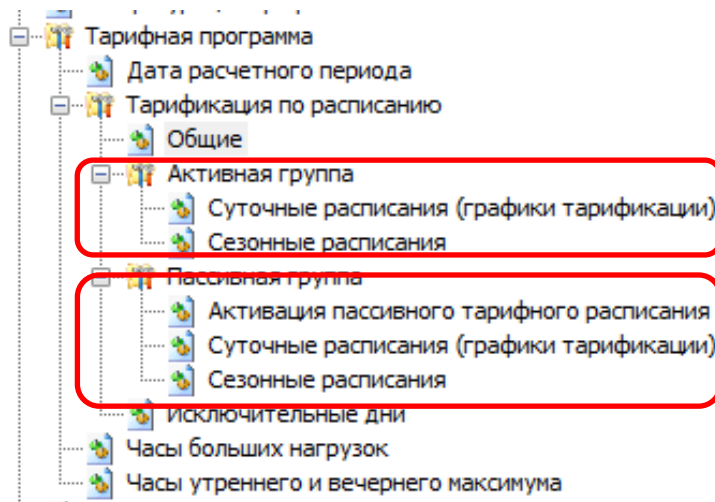

Рисунок 80 – Настройка групп тарифных расписаний - активное (действующее) и пассивное (планируемое к применению).
- 32 суточных расписаний переключения тарифа, в каждом до 16 точек переключения тарифа (см. рисунок 80). Одна точка переключения тарифа содержит: время начала действия тарифа (чч:мм) и тариф (т)) (рисунок 81); Порядок задания тарифов – произвольный. Если переключение не используется, то в соответствующих полях необходимо установить значения: время – 00:00, тариф – нет.
- 12 сезонных недельных расписания (см. рисунок 80). Каждое содержит: дату начала действия расписания (дд.мм) и номер суточного расписания переключения тарифов для каждого дня недели (пн,вт,ср,чт,пт,сб,вс) от 1 до 32 (рисунок 82). Если сезонное недельное расписание надо отключить, то в графе «Использовать» задается «-», в противном случае «+»;
6.4.1.3 Исключительные дни (48 штук)45 применяются сразу после записи (см. рисунок 80). Каждый исключительный день содержит, месяц год и номер суточного расписания переключения тарифа от 1 до 32 (см. рисунок 83). Если исключительный день не используется, то в графе «Использовать» задается «-», в противном случае «+».